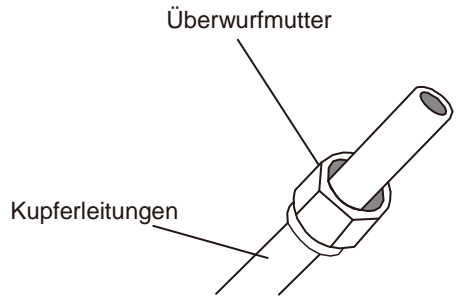

Abb. 5.3
3. Befestigen Sie die Überwurfmuttern an beide Enden der Leitungen. Vergewissern Sie sich, dass die Muttern in der richtigen Position sind, denn nach dem Senken kann nicht mehr nachjustiert oder die Position verändert werden. Siehe **Abb. 5.3**